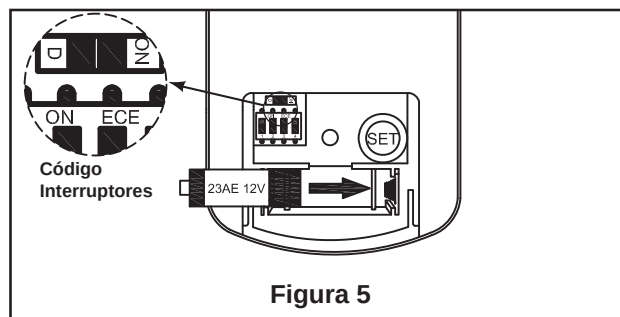

Figura 5
- ☐ 5. Afloje las tuercas de ajuste de la unidad de la placa de iluminación. Guárdelas para volver a colocarlas en el siguiente paso. (Figura 5)
- ☐ **5. Conmutador “D” y “ON”:** La selección “ON” es la selección regulable de luz y debe ser utilizada con todas las bombillas menos con las bombillas CFL. La selección “D” es la encender solo la luz (sin la función de regulación) y debe ser utilizada con bombillas CFL, ya que estas no pueden ser reguladas. El receptor ofrece la siguiente función protectora: (Figura 5)